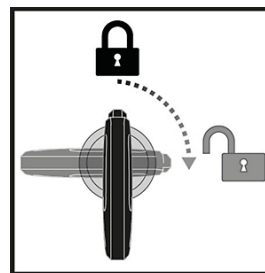

図 C1
1. ①E460 ケースのキーシリンダーに②キーを奥までしっかりと挿し込み、②キーを右（3時方向）に回してケースのロックを解除します。（図 C1 参照）